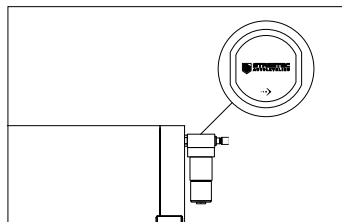

Abb. 7: Flussrichtung
1. Montieren sie den Wasserabscheider in der korrekten Flussrichtung. Der Pfeil auf dem Wasserabscheider zeigt die Durchflussrichtung an und muss vom Tank zum Ventilblock zeigen (Abb. 7). Wenn Sie sich dafür entscheiden, den Filter nicht direkt am Tank zu montieren, führen Sie den erforderlichen Schlauch vom Tank zum Wasserabscheider und den Schlauch vom Wasserabscheider mit den entsprechenden Anschlüssen zum Ventilblock.